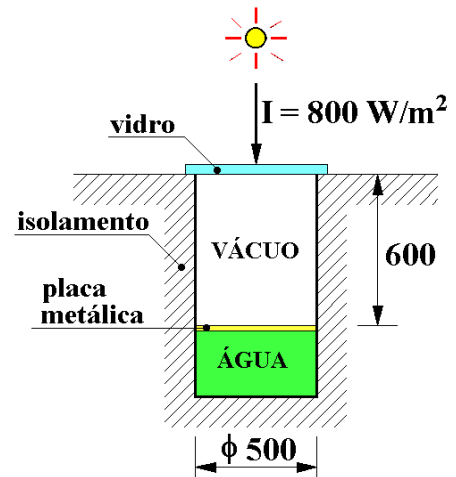

Figura 1
1. Um recipiente para aquecimento de água por energia solar está representado de forma simplificada na figura 1. O recipiente está isolado exteriormente e tem uma tampa de vidro ($\varepsilon = 0,7$).